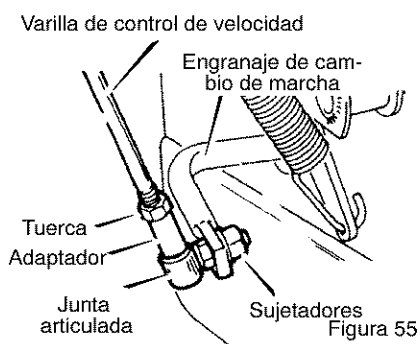

Figura 55
4. Conecte el **conjunto de horquilla de cambios** en el extremo inferior de la **varilla de control de velocidad** al **conjunto de horquilla de cambios**. Vea la Figura 55. La fábrica se encarga de conectar los **sujetadores** a la **varilla de control de velocidad**.